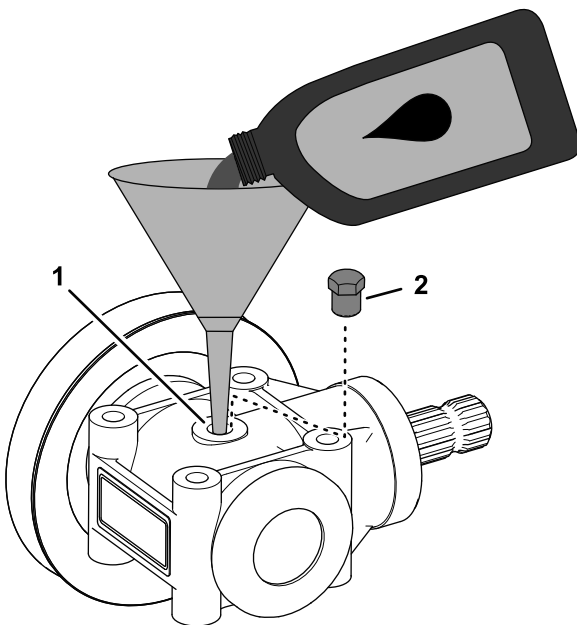

Bild 120
3. Drehen Sie das Getriebe, um das Gehäuseschraubenloch nach oben auszurichten (Bild 120).
4. Füllen Sie 112 ml der angegebenen Ölsorte in das Gehäuseschraubenloch im Getriebegehäuse (Bild 120).
5. Setzen Sie die Gehäuseschraube in das Gehäuseschraubenloch im Mähwerkgetriebe ein (Bild 120).